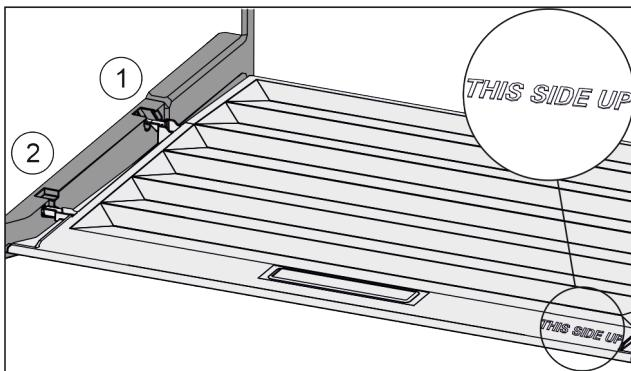

Fig. 85
- ▶ Výstupky víka zavedte do zadních držáků Fig. 85 (1) a vpředu zaklesněte do držáku Fig. 85 (2).